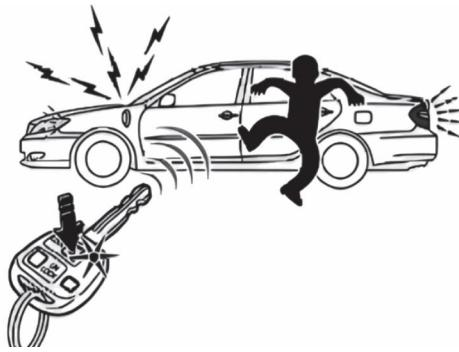

图 1-1-14 紧急警报功能
(7) 紧急警报功能。按住发射机的门锁或紧急开关 2 到 3 秒，将触发防盗系统（喇叭发出声音，前照灯、尾灯和危险灯闪光），如图 1-1-14 所示。